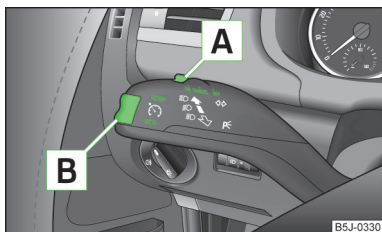

Fig. 99
- Premere l'interruttore **A** » fig. 99 in posizione **ON**.
- Premere il tasto basculante **B** in » fig. 99 a pagina 115 posizione **RES**.
- La velocità memorizzata potrà essere ridotta premendo il tasto basculante **B** in » fig. 99 a pagina 115 posizione **SET**.
L'impianto di regolazione della velocità sarà **temporaneamente disattivato**, premendo l'interruttore **A** » fig. 99 a pagina 115 nella posizione molleggiata **CANCEL** o tenendo premuto il pedale del freno o della frizione.
➤ Premere l'interruttore **[A]** verso destra, » fig. 99 a pagina 115 in posizione **OFF**.